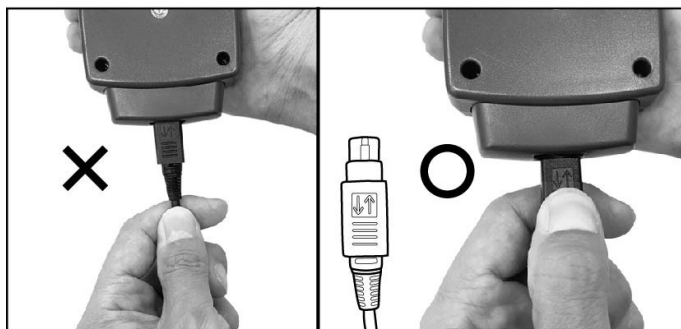

Рис. 4. Від'єднання зонда: неправильно (за кабель) / правильно (за штекер)
- Від'єднання зонда (штекер із фіксатором): не тягніть за кабель — беріться за корпус штекера (рис. 4).